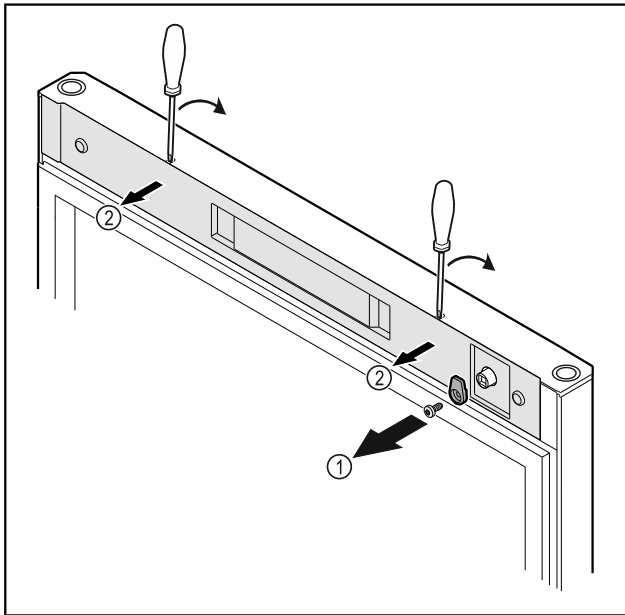

Fig. 21
- ▶ Atsukite uždarymo kabliuką Fig. 21 (1).
- ▶ Atfiksukite dengiamąją plokštelę Fig. 21 (2) mažu atsuktuvu ir nuimkite.